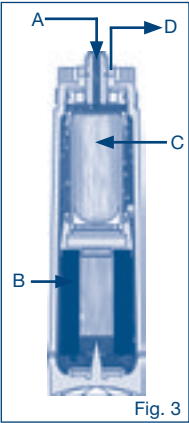

Fig. 3
El agua del grifo (A) está entrando en el cartucho de filtro (Fig. 3) y el agua se filtra por una de bloque de carbón (B) activado. Las partículas, materia orgánica disuelta, colorantes naturales y sustancias responsables del mal sabor y los olores por ejemplo, se eliminan cloro. A continuación, el agua se filtra por una filtración (C) de la membrana de fibra hueca de ultra callejón sin salida para la eliminación de bacterias. El filtro también está equipado con una pequeña cantidad de plata por razones bacteriostáticos.